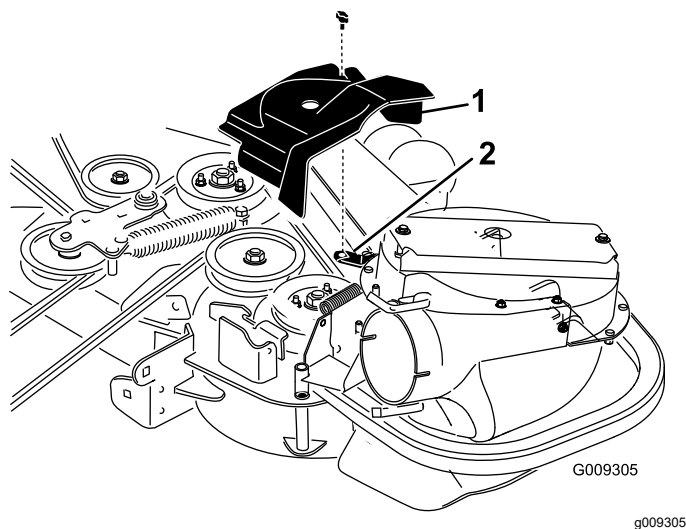
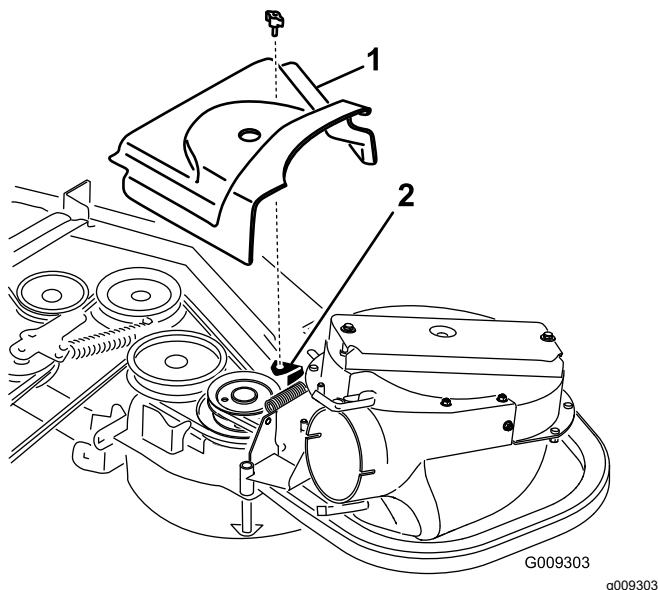

Figura 29
Figura 30
2. Instale la nueva cubierta de la correa de manera que las muescas de cada lado pasen por encima de los soportes de la cubierta de la correa, y enganche el cierre (**Figura 29** o **Figura 30**).